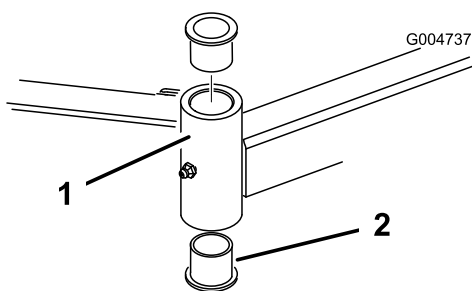

Figure 27
4. Insérez un chasse-goupille dans le haut ou le bas du tube de montage et chassez la bague hors du tube (Figure 27). Chassez ensuite l'autre bague. Nettoyez l'intérieur des tubes de montage.